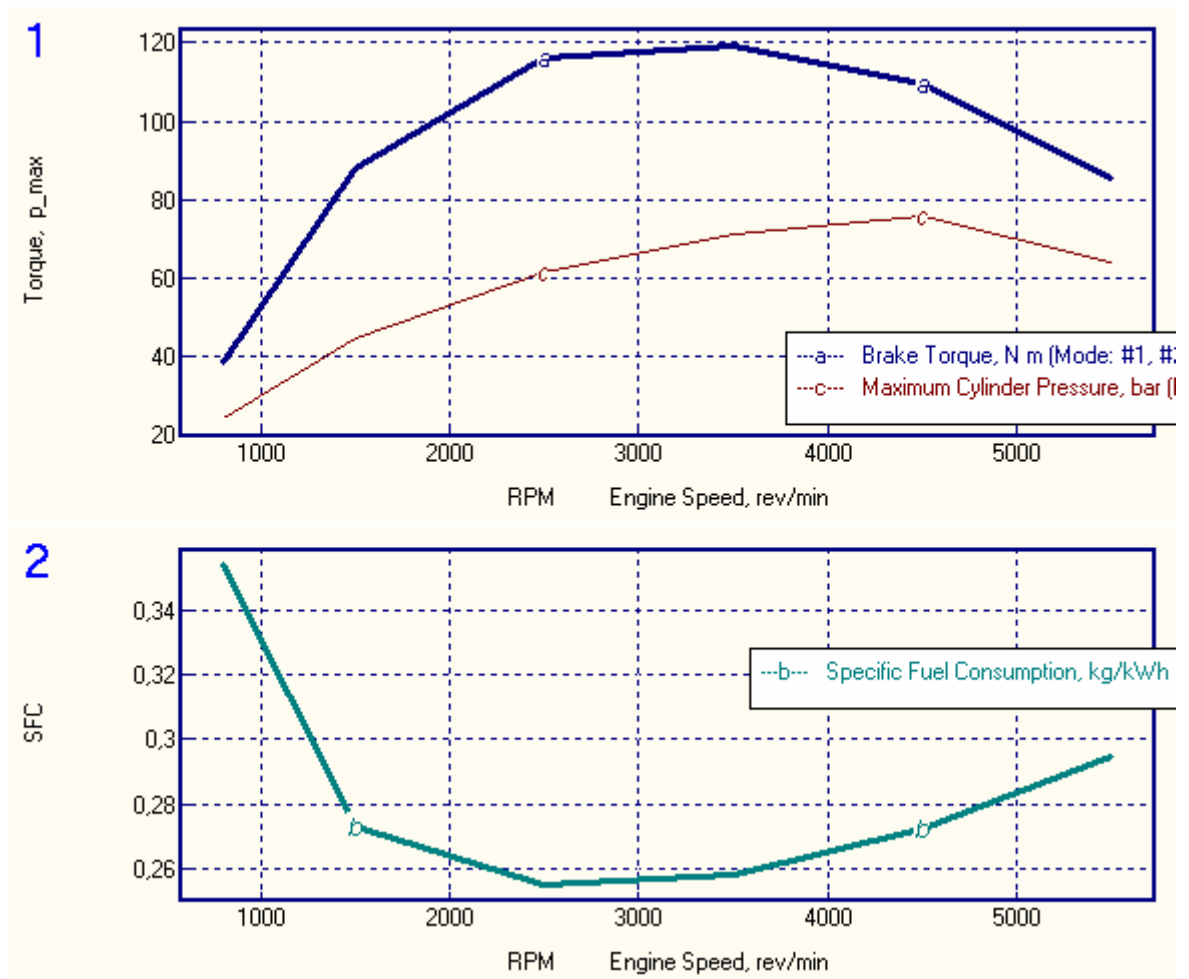

Рис. 4. Зависимость крутящего момента, максимального давления цикла и удельного эффективного расхода топлива от частоты вращения.
3. Дополнительно постройте кривые зависимости крутящего момента, максимального давления цикла и удельного эффективного расхода топлива от частоты вращения. рис. 4.